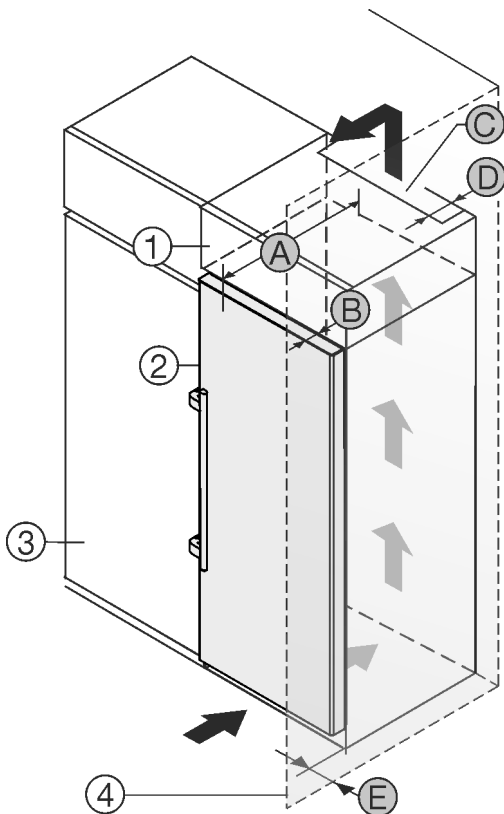

Fig. 2
- (1) Nastavná skříňka \*
- (2) Příklad \*
- (3) Kuchyňská skříň \*
- (4) Stěna \*
- (A) Hloubka přístroje \*
- (B) Hloubka dveří \*
- (C) Větrací průřez \*
- (D) Vzdálenost zadní strany přístroje \*
- (E) Vzdálenost k zadní straně přístroje \*
Můžete přístroj nainstalovat přímo vedle kuchyňské skříňky Fig. 2 (3)\*.
Na zadní straně nastavné skříňky musí být větrací šachta hluboká Fig. 2 (D) přes celou šířku nastavné skříňky.\*
Pod stropem místnosti musí být dodržen větrací průřez Fig. 2 (C)\*.
Když přístroj instalujete závěsy vedle stěny Fig. 2 (4), musí být vzdálenost mezi přístrojem a stěnou minimálně 57 mm . To odpovídá přesahu madla při otevřených dveřích.\*
Aby bylo možné dvířka plně otevřít, musí přístroj přesahovat o hloubku dveří Fig. 2 (B) vůči přední linii kuchyňské skříňky. V závislosti na hloubce kuchyňských skříněk Fig. 2 (3) a použití vymezovačů odstupů od stěny může přístroj vyčnívat dále.\*